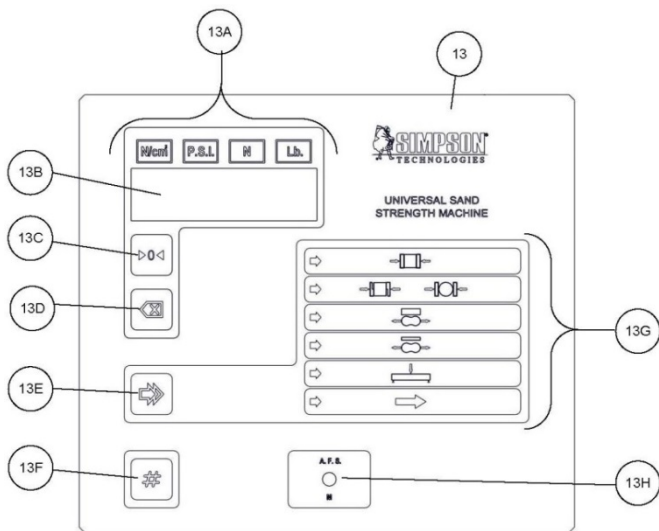

Figure 7.4 Electronica Panel Vue détaillée
6. Pour passer d'un registre à un autre, pressez le bouton "Démarrer" (Figure 7.4, N°13F) et l'écran numérique passera au registre suivant et à son contenu respectif.
7. Si le contenu d'un registre est incorrect, il doit être corrigé. Pour corriger le contenu d'un registre, pressez le bouton "Réinitialiser l'affichage" (Figure 7.4, N°13D) afin d'augmenter la valeur du contenu, ou le bouton "Sélection de l'essai" (Figures 3 & 4, N°13E) pour réduire la valeur. Après avoir passé le registre 9, le nombre 255 apparaîtra à l'écran. Pressez le bouton "Démarrer" pour retourner au message "HELLO".
8. La fonction "rESET" réinitialise l'appareil à ses paramètres d'usine. Pour ce faire, pressez le bouton "Démarrer" (Figure 7.4, N°13F) au moment où le message "rESET" ("Réinitialisation") apparaît sur l'écran. Tous les chiffres de l'affichage s'illumineront alors, signifiant que l'opération a réussi. Peu de temps après, le message "HELLO" sera à nouveau affiché. Si vous appuyez quatre fois sur n'importe quelle touche pendant que ce message est affiché à l'écran, les trois modes d'étalonnage réapparaîtront successivement. À ce stade, tous les paramètres ont été réinitialisés aux valeurs d'usine.